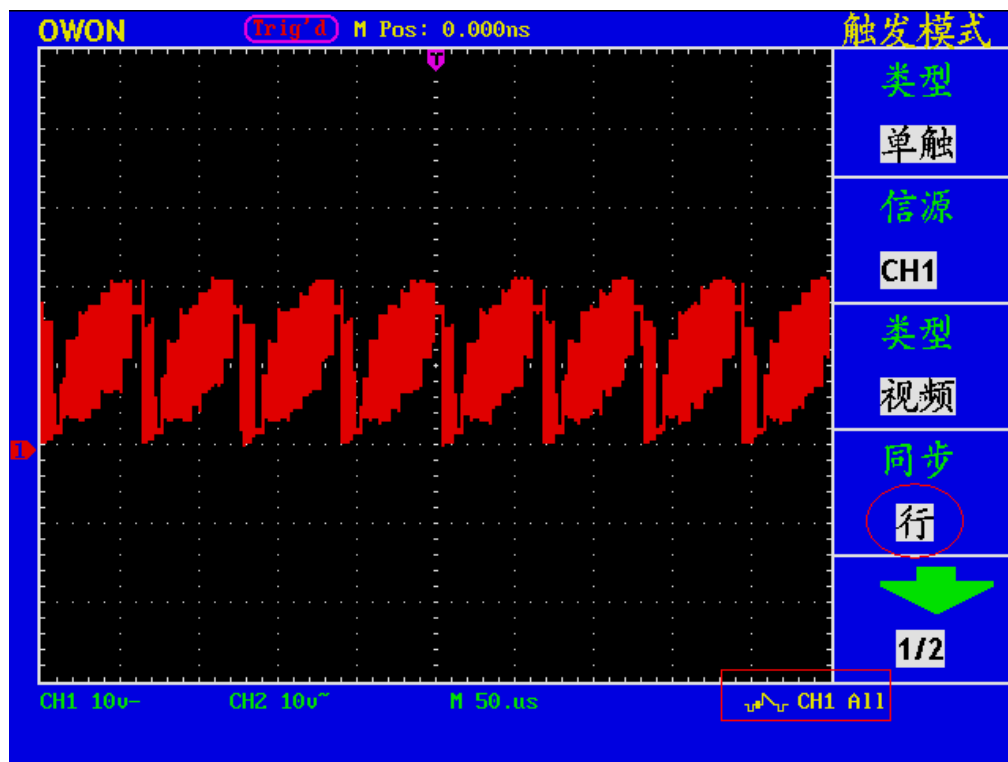

图 39 视频行触发波形
- 7、再按 **F4** 菜单选择按键，选择斜率为 **行**。屏幕显示见图39。